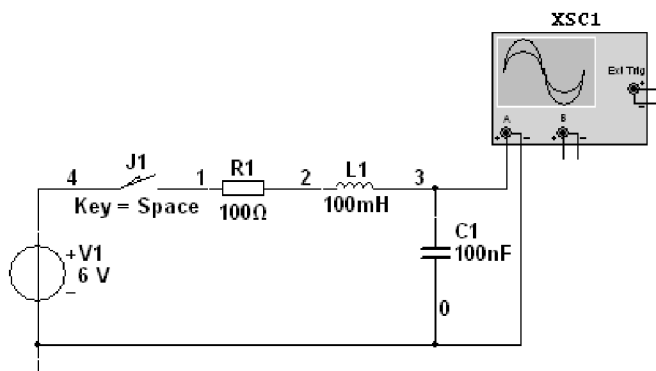

图 6-9 RLC 二阶动态电路欠阻尼仿真电路
RLC 串联组成的二阶动态电路如图 6-9 所示。
- (1) RLC 二阶动态电路欠阻尼仿真电路如图 6-9 所示。
(1) RLC 二阶动态电路欠阻尼状态仿真电路 (见图 6-9)